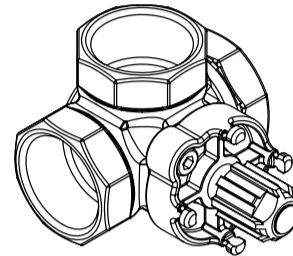
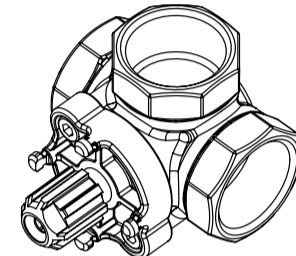
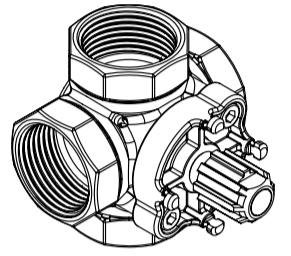
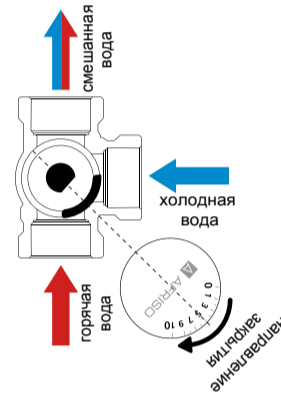

Рис.2 3-х ходовой, позиция 1
Рис.3. 3-х ходовой, позиция 2
Рис.4. 4-х ходовой
Рис.5. 3-х ходовой
2. Установите смесительный клапан на „50% открытия“, то есть, чтобы центр его находился ровно посередине между входом горячей воды и входом холодной воды в 3-ходовом клапане (Рис. 2. пункт 1, Рис. 3. пункт 2, Рис. 5.) или точно по оси выхода на установку и возврата в котел в 4-ходовом клапане (Рис. 4., Рис 6.).